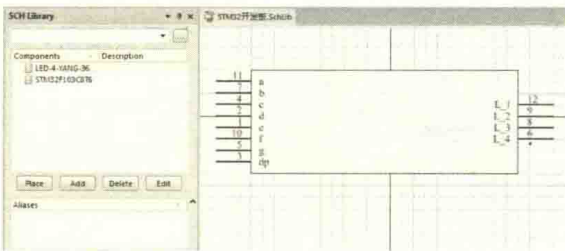

图 12-8 数码管的创建（未完）
(1) 前3步和主控芯片的创建类似，创建一个名称为“LED-4-YANG-36”的元素，放置一个矩形框，并放置完其管脚，如图12-8所示。